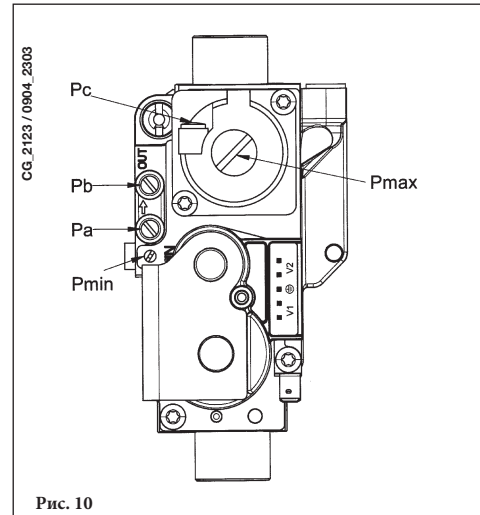

Рис. 10
- Подключите положительный вход дифференциального манометра, предпочтительно жидкостного, к точке измерения давления (Pb) газового клапана (Рисунок 10). Подключите, только для моделей с закрытой камерой, отрицательный вход этого же манометра к специальному тройнику, позволяющему соединить между собой компенсационную точку котла, компенсационную точку газового клапана (Pc) и сам манометр. (Аналогичное измерение можно выполнить, подсоединив манометр к точке измерения давления (Pb) и без передней панели закрытой камеры);
- e) Отрегулировать винт "Pмакс/Pмин" (рисунок 10) до получения величины давления, указанной в Таблице 1.